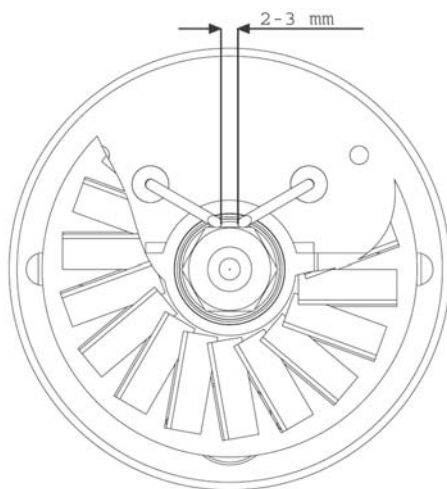

Fig .2
- Smontare il bruciatore pulendone le parti, pulire gli elettrodi e regolarne la distanza al valore indicato in Fig.2.